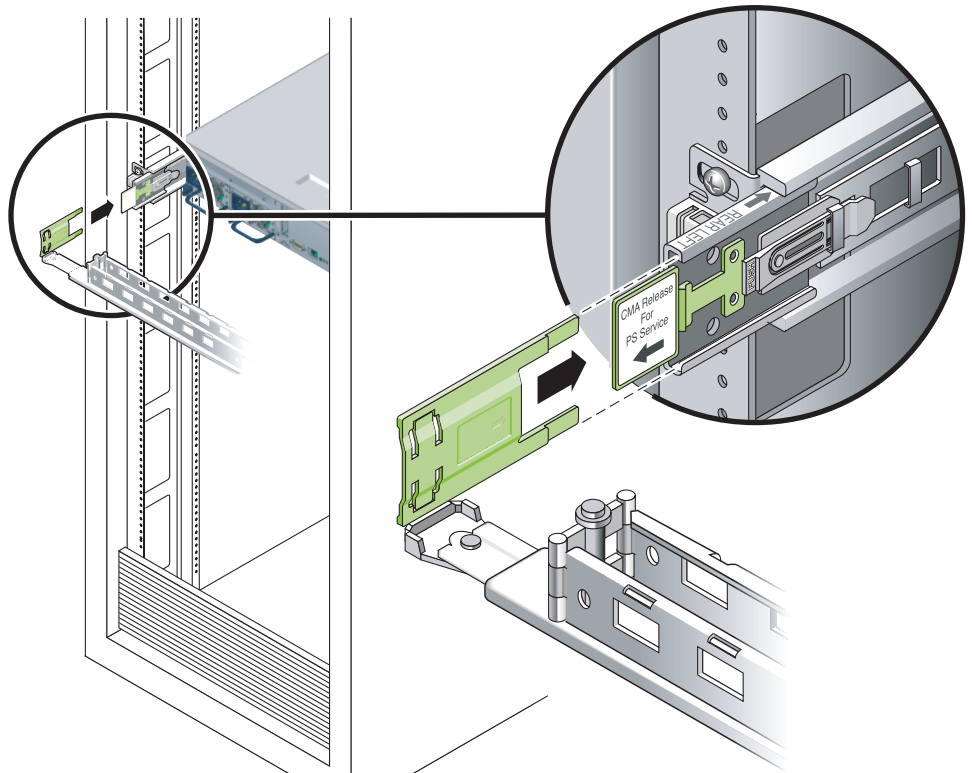

FIGURA 2-11 Montaggio del lato sinistro della guida
- 4. Inserire il connettore incernierato in plastica situato sul lato sinistro del CMA nell'estensione CMA del binario (FIGURA 2-11).**